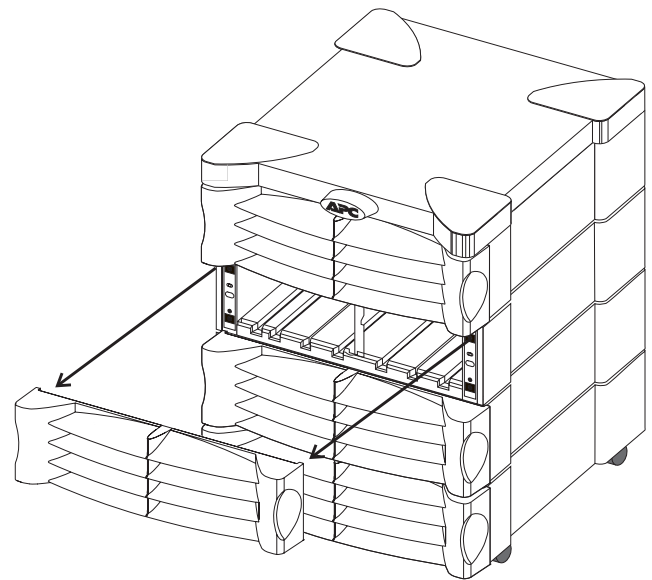

Рис. 5-2 Удаление защитных решеток
1. Следует брать защитные решетки за боковые держатели. См. рис. 5-2.